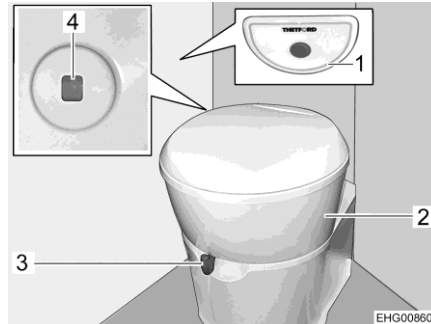

Bild 64 Toilette
Die Toilettenschüssel kann in die gewünschte Position gedreht werden. Dazu mit beiden Händen das Oberteil (Bild 64,2) der Toilette fassen und drehen. Die Bedieneinheit mit dem Spülknopf (Bild 64,1) ist in der Nähe der Toilettenschüssel angebracht.
Die Füllstandsanzeige (Bild 64,4) ändert die Farbe von Grün auf Rot, wenn der Fäkalientank entleert werden muss.
- Vor dem Spülen den Schieber der Toilette öffnen. Dazu den Schieberhebel (Bild 64,3) entgegen dem Uhrzeigersinn schieben.
- Zum Spülen den blauen Spülknopf (Bild 64,1) drücken.